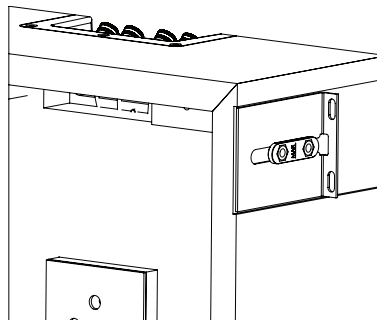

Abbildung 13
7. Positioniere die vordere Kante des Gehäuses so, dass sie eben ist mit der Wandoberfläche. Ziehe die Schrauben fest. Bei Montagen an Wänden mit sehr dicken Oberflächen ist es ggf. sinnvoll, die L-Klammern des Gehäuses umzudrehen, so dass sie aus der Wand hervorstehen. Dadurch ist weitere Positionierung des Systems nach vorn möglich (s. Abb. 13).